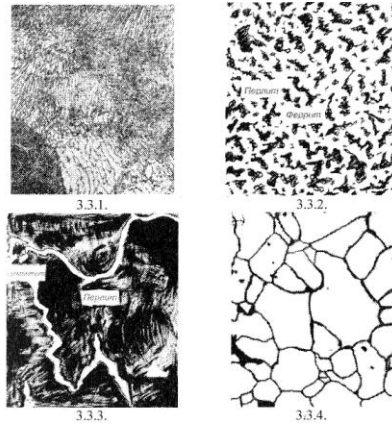

Рисунок 2 - Микроструктура углеродистой стали
- Ответ по рис. 2 (3.3.1.; 3.3.2.; 3.3.3.; 3.3.4.)